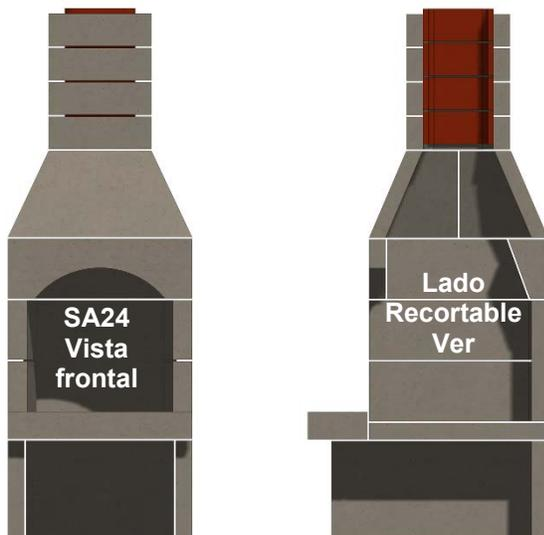

Figura 1. Montaje de la SA24 chimenea & Vista en corte
En la figura 1 se muestran las vistas de montaje y de corte de una 24chimenea SA.
**Nota 1:** Los números de los artículos se refieren a los números de los componentes de la figura 1.